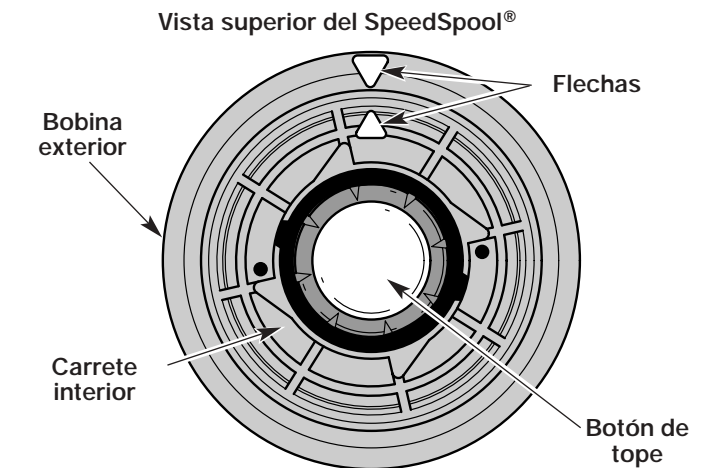

Fig. 12
2. Alinee la flecha del carrete interior con la flecha de la bobina exterior (Fig. 12).